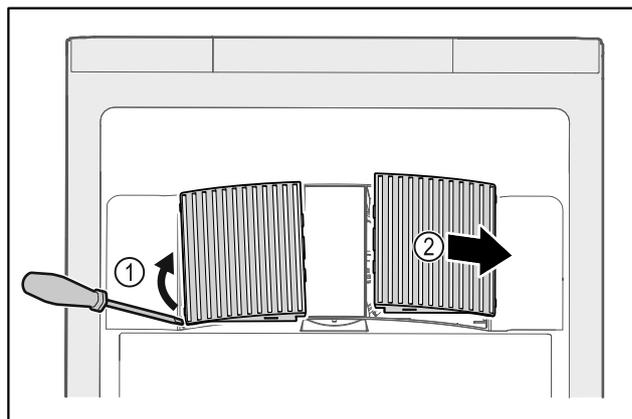

Fig. 198
- ▶ 从侧面小心撬开风机盖板 Fig. 198 (1) 并朝前取下 Fig. 198 (2)。